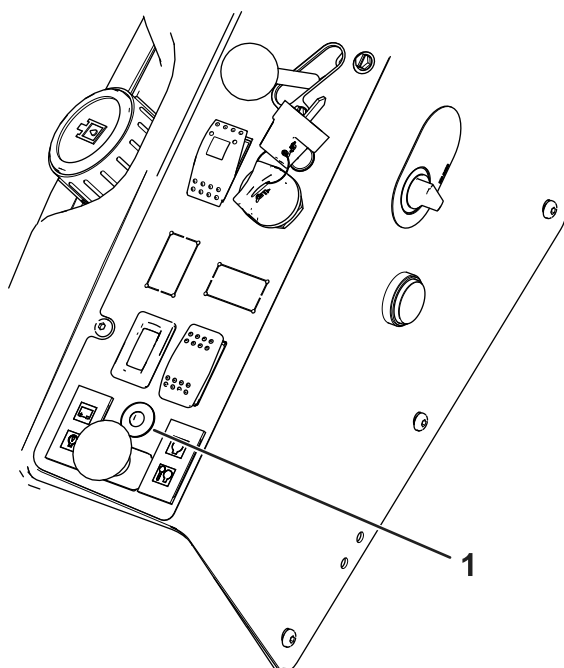

Figure 11
- i. La diode (Figure 11) clignote pendant l'étalonnage du capteur.
La diode et l'alarme indiquent l'importance de l'inclinaison (Figure 11) :